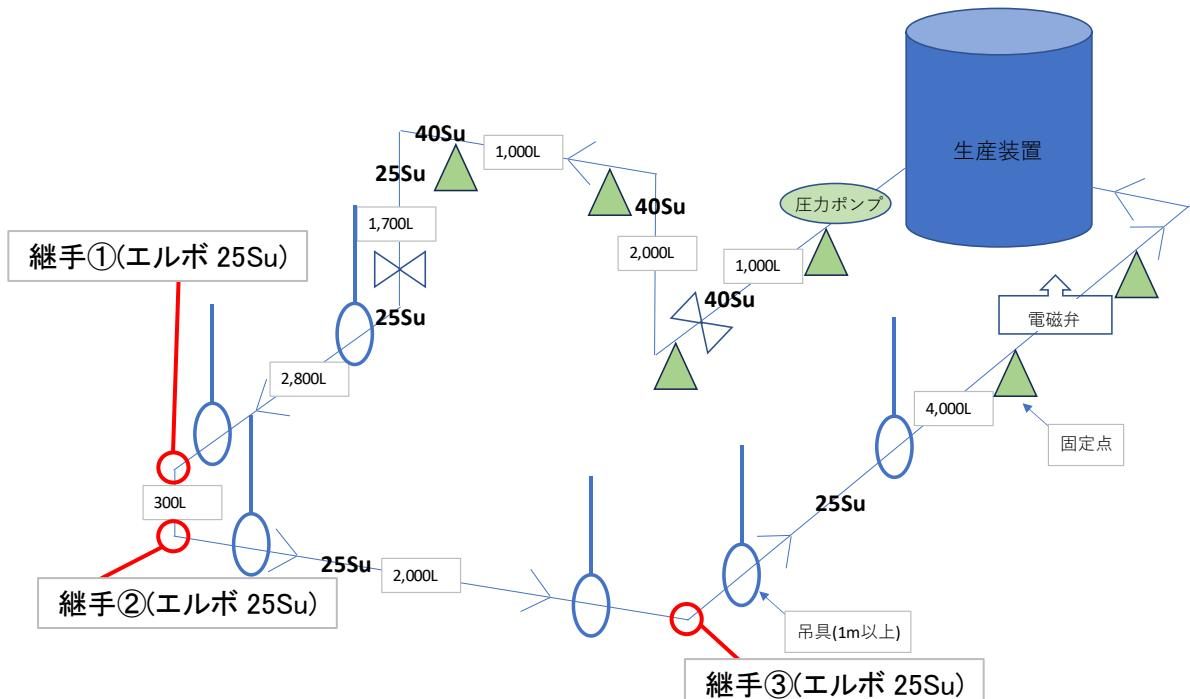

図 4-17 ウォーターハンマー試験 I 概略図
ウォーターハンマーによる振動を想定し、電磁弁を使用して強制的にウォーターハンマーを発生させ、配管経路に設置された継手の袋ナットの緩みを確認する。図 4-17 の通りの試験配管を組み、継手①、②、③（図 4-17 赤丸部）について評価を行う。